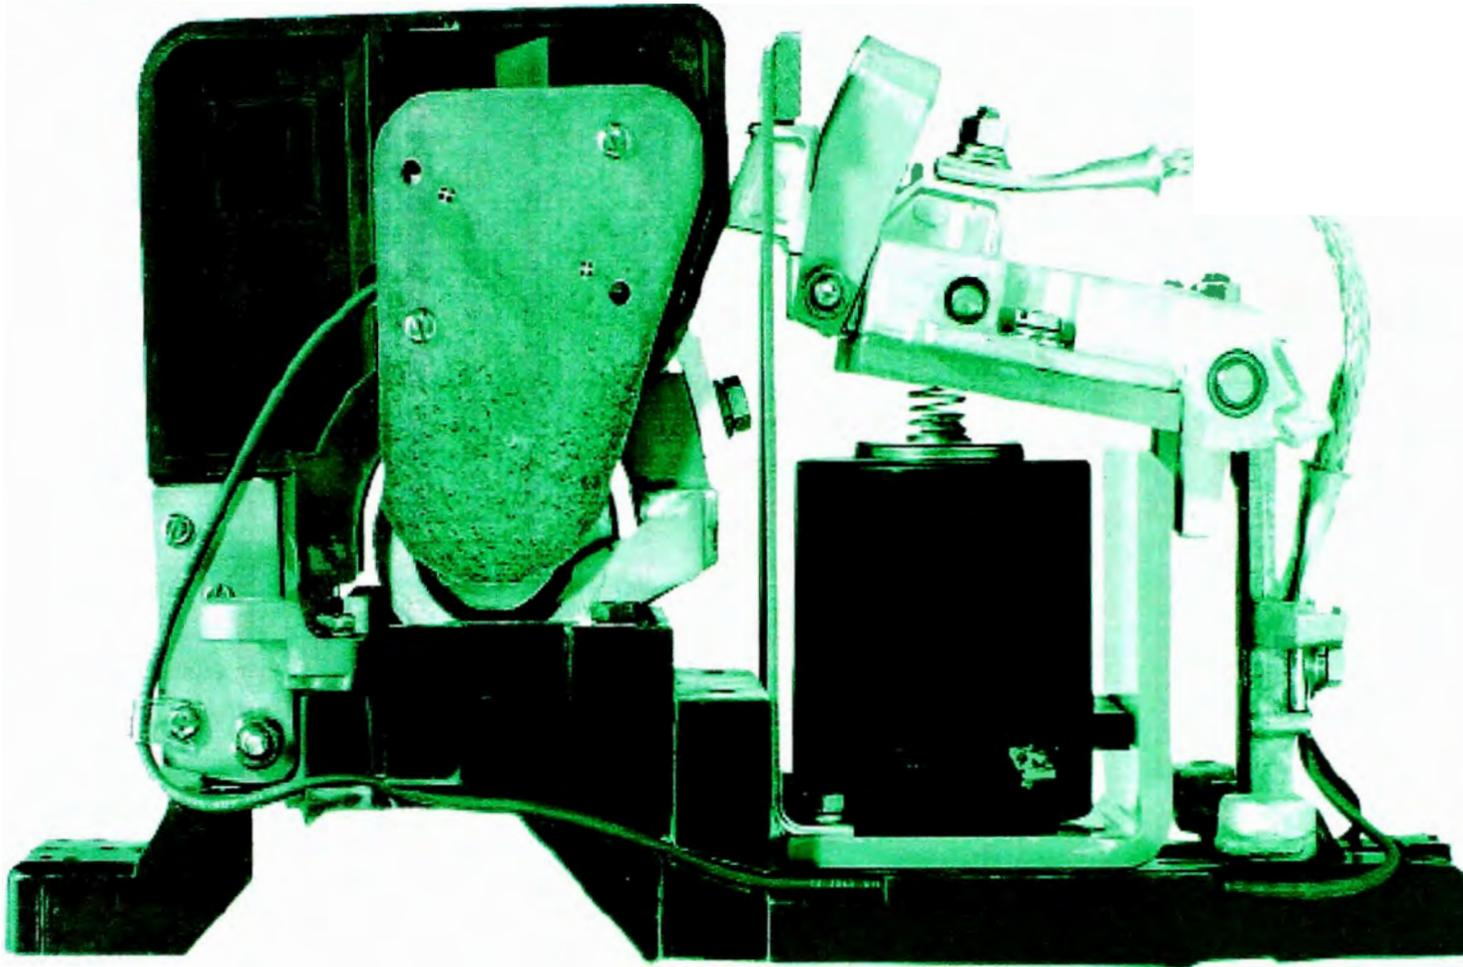

Figura 2.10: Contactador de potencia para corriente continua
**2.4.1 Contactor:** La N.E.M.A. (National Electrical Manufacturers Association) define un contactor como un aparato que sirve para abrir y cerrar repetidamente un circuito eléctrico de potencia. Un contactor magnético funciona por medios electromagnéticos. La Figura 2.10 muestra un contactor de corriente continua, de 400 A, con terminales de arco, contactos principales, bobina de soplado y bobina de accionamiento.